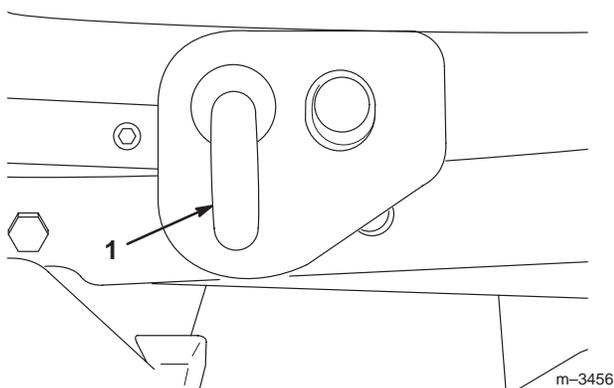

Bild 23
10. Ziehen Sie die beiden gefederten J-Stifte von den Mähwerkhubarmen und drehen Sie sie etwas, so dass sie nicht wieder einrasten (Bild 23).